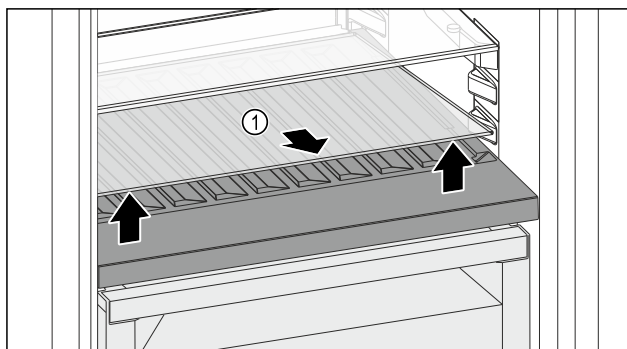

Fig. 183
- ▶ Skleněnou desku Fig. 183 (1) zvedněte za vybrání vpředu a vyjměte ji.
- ▶ Skleněnou desku Fig. 183 (1) uložte bezpečně mimo spotřebič.
- ▶ Skleněnou desku (2) vložte pod variabilní přihrádku na láhve.